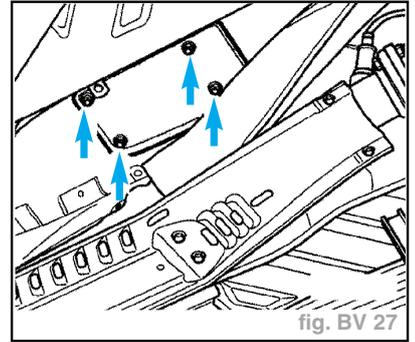

fig. BV 27
- Dévisser la tôle de renfort (flèches) (fig. BV 27).